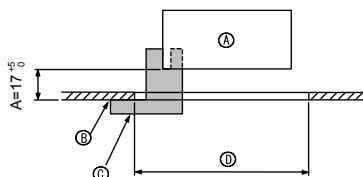
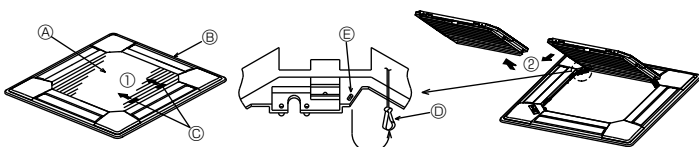

Fig. 5-2
Fig. 5-3
①	Dimensiones de la rejilla	1	950 × 950 (mm)
②	Tornillo con arandela cautiva	4	M5 × 0,8 × 25
③	Plantilla	1	(Dividido en cuatro partes)
④	Remache	3
⑤	Tornillo	4	4 × 8
⑥	Tornillo	1	4 × 12
⑦	Panel angular del i-see sensor	1	para PLP-6BAE
5.2. Preparación para conectar la rejilla (Fig. 5-2)
- Con la plantilla ③ que se suministra con este equipo, ajuste y compruebe la posición de la unidad en el techo. Si la unidad no está colocada en el techo de forma adecuada, podrían producirse escapes de aire o generarse una condensación.
- Ⓒ Plantilla ③ (metida en la unidad)
5.2.1. Extracción de la rejilla de admisión (Fig. 5-3)
- Deslice las palancas en la dirección indicada mediante la flecha ① para abrir la rejilla de admisión.
- Con la rejilla de admisión en posición "abierta", extraiga la bisagra de la rejilla de admisión de la rejilla tal y como se indica mediante la flecha ②.
[Fig. 5-3, 5-4]